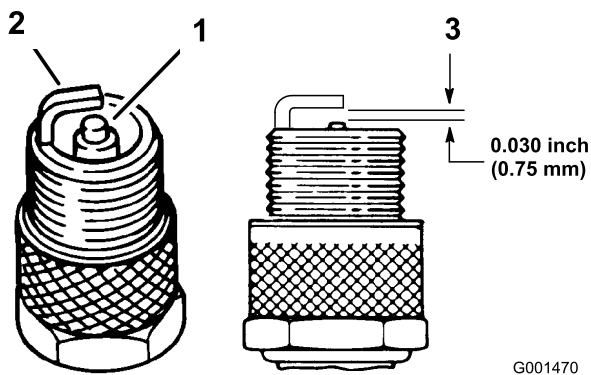

图24
1. 查看火花塞的中心（图24）。如果您看到绝缘体上有浅棕色或浅灰色涂层、说明发动机运行正常。如果绝缘体上的涂层是黑色的、通常意味着空气滤清器已变脏。
2. 检查中心电极与侧电极之间的空隙（图24）。如果空隙不正确、请弯转侧电极（图24）。
3. 将电线连接到火花塞上（图24）。